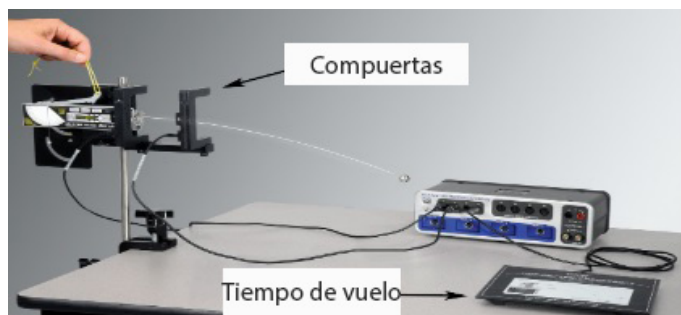

Figura 12.9: Midiendo tiempo de vuelo para un lanzamiento horizontal
En esta sección, el proyectil se lanza horizontalmente desde una altura sobre la mesa, como se muestra en la Figura 12.9.
- Medir la distancia de la pelota, desde la parte inferior de la pelota hasta la parte superior del temporizador de vuelo (ver Figura 12.9).
- Conectar las fotocompuertas al soporte de la misma y deslizar el soporte en la ranura en T en la parte inferior del lanzador, como se muestra en la Figura 12.9. Colocar las fotocompuertas lo más cerca posible del lanzador. Conectar la primera fotocompuerta en la entrada digital 1 y la segunda fotocompuerta en la entrada digital 2, como se muestra en la Figura 12.9.